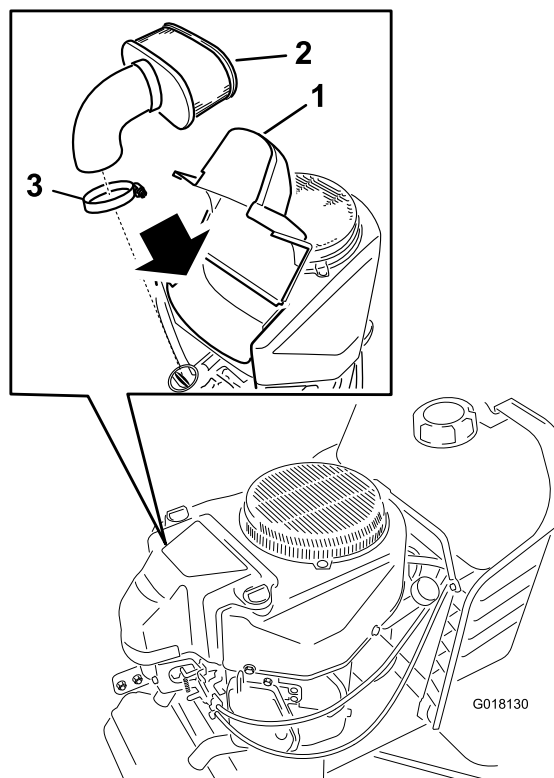

Figure 20
5. Soulevez le couvercle et déposez le collier qui fixe le filtre à air au moteur (Figure 20).
6. Desserrez le collier de flexible et retirez l'élément (Figure 20).